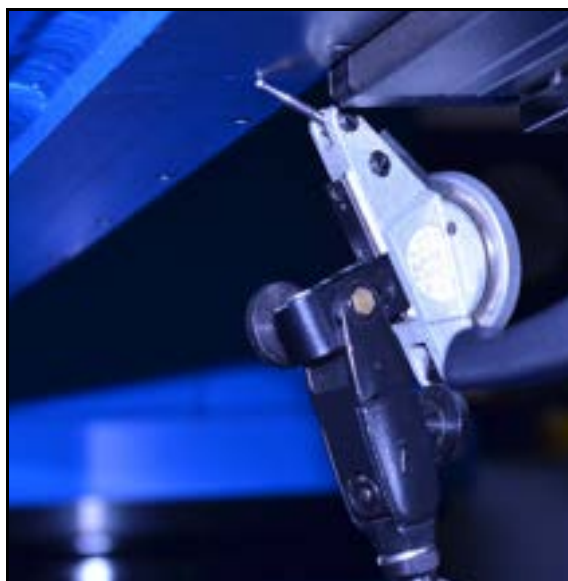

FIGURE 4-3. INDICATEUR TOUCHANT LA SURFACE DU COULISSEAU DE LA MACHINE
3. Étendez l'indicateur pour établir un contact avec le bas de la surface du piston de la machine (voir la Figure 4-3).